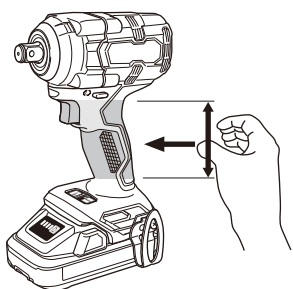

Fig. 1
2. **Asegúrese de sostener firmemente la herramienta durante la operación.** De lo contrario, podría sufrir un accidente o lesiones. (Fig. 1)